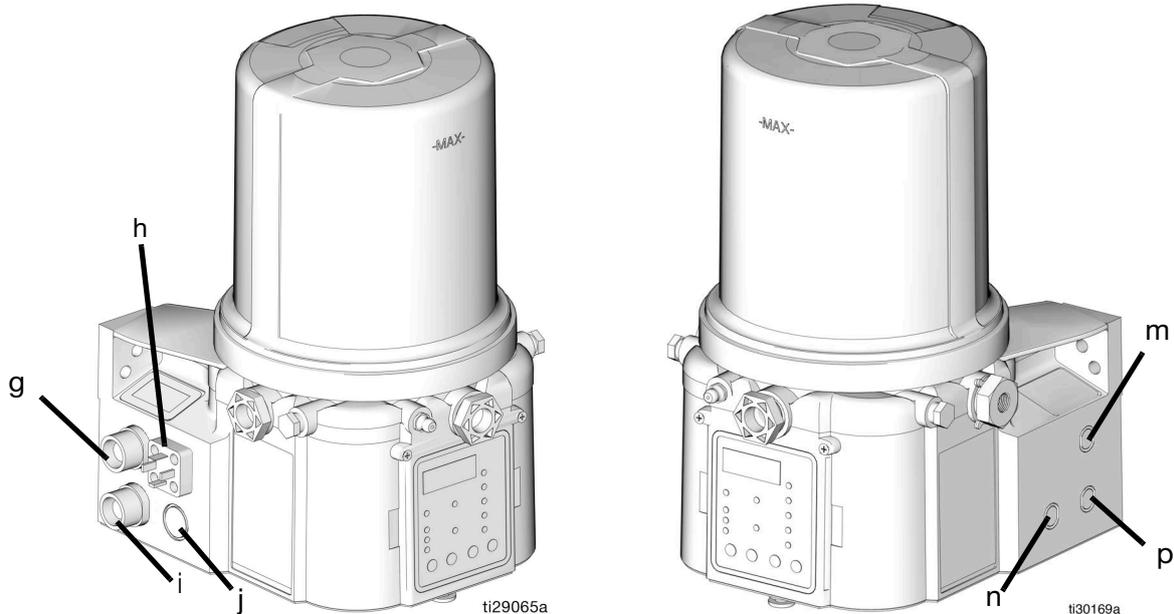

Рис. 1
**ПРИМЕЧАНИЕ.** Коды g–p относятся к определенным позициям насоса G3. Эти места изображены на Рис. 1.